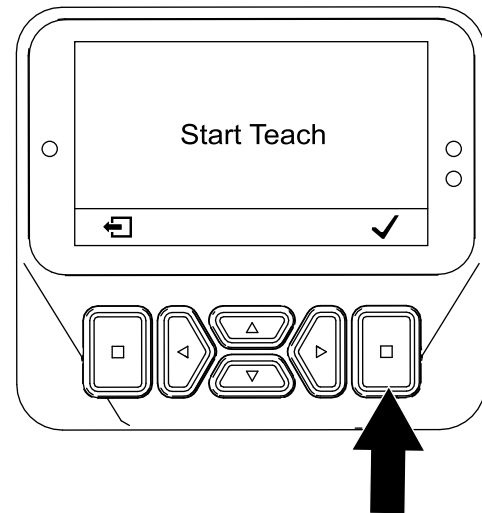

Figura 63
5. Pe ecranul PRESS OK TO START TEACH (Apăsai OK pentru a începe învărea) (Figura 63), apăsai butonul de selectare.